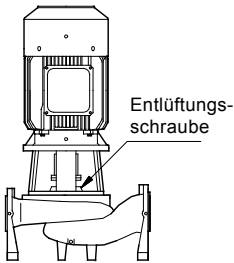

Abb. 4 Entlüftungsschraube
1. Das Absperrventil auf der Druckseite der Pumpe schließen und die Entlüftungsschraube in der Laterne der Pumpe lösen, siehe Abb. 4.
3. Während der Inbetriebnahme ist die Pumpe durch Lösen der Entlüftungsschraube in der Laterne zu entlüften, bis das Medium aus der Entlüftungsöffnung herausläuft, siehe Abb. 4.